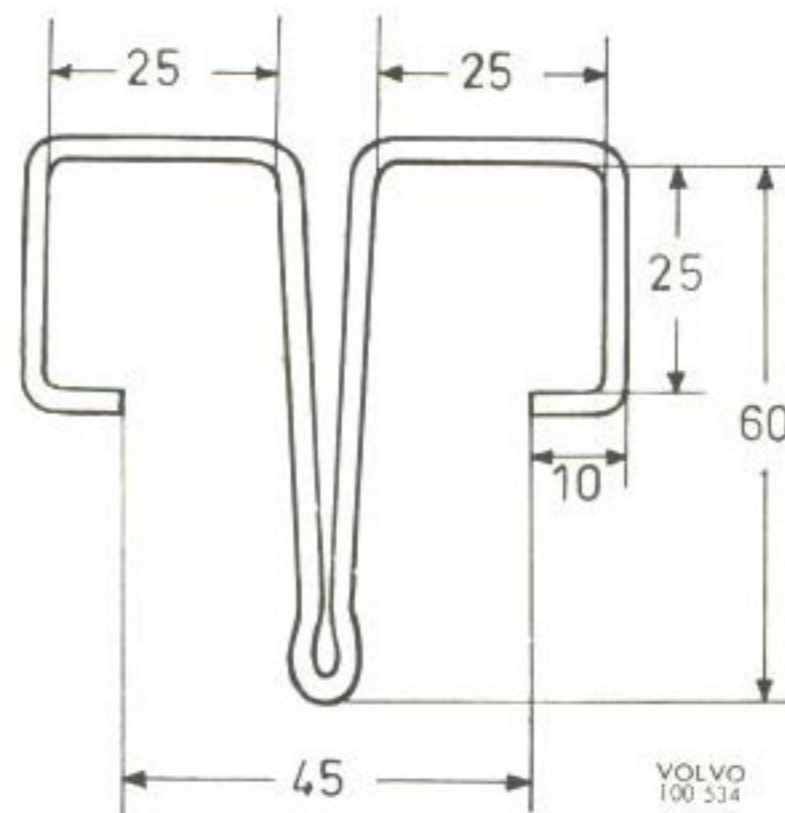
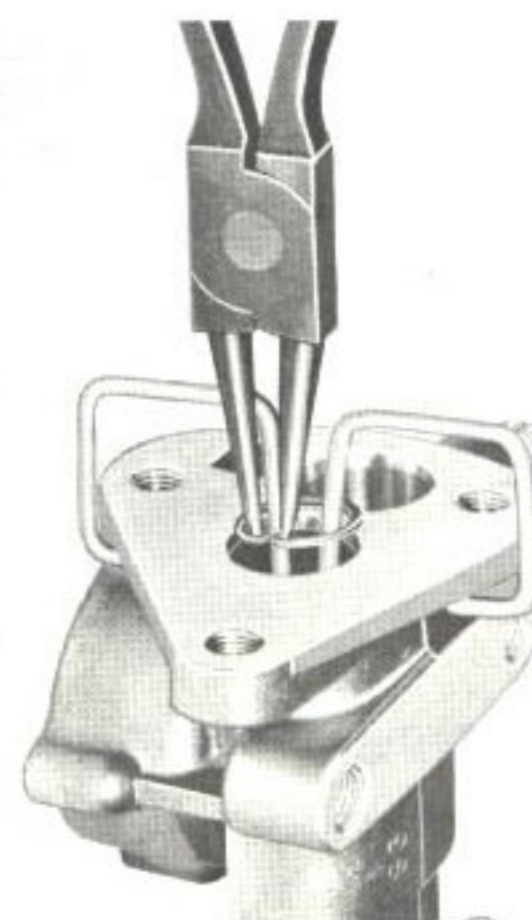
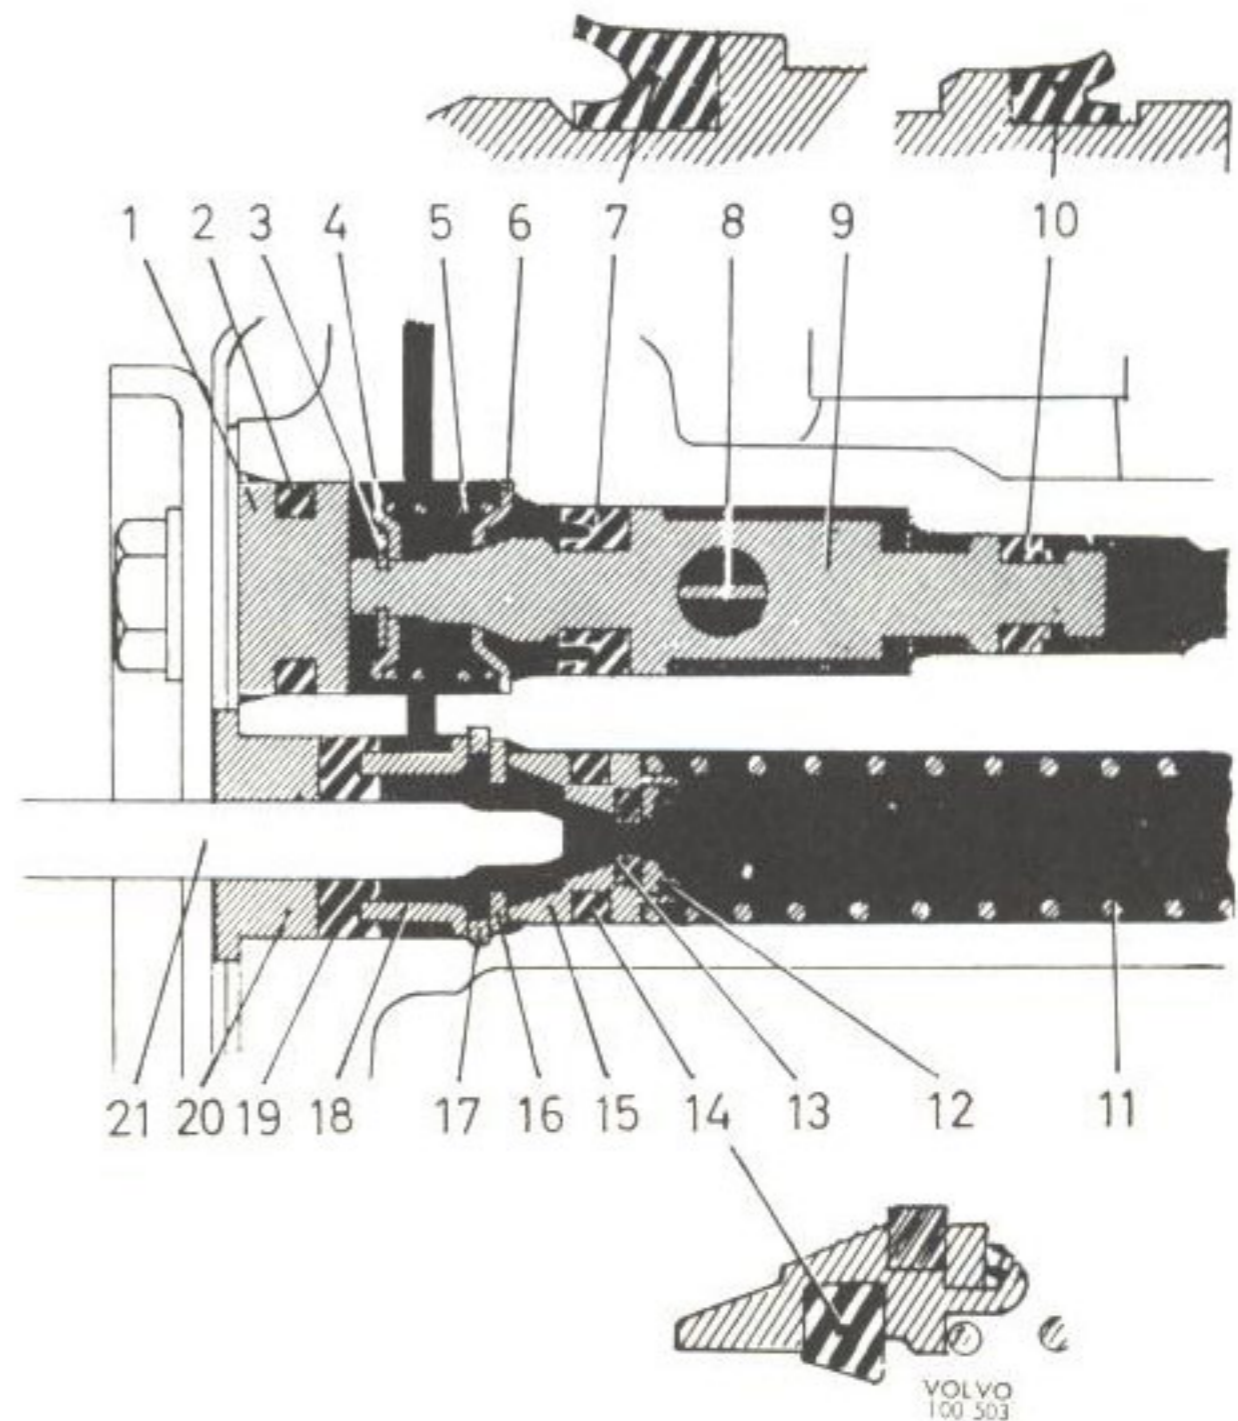
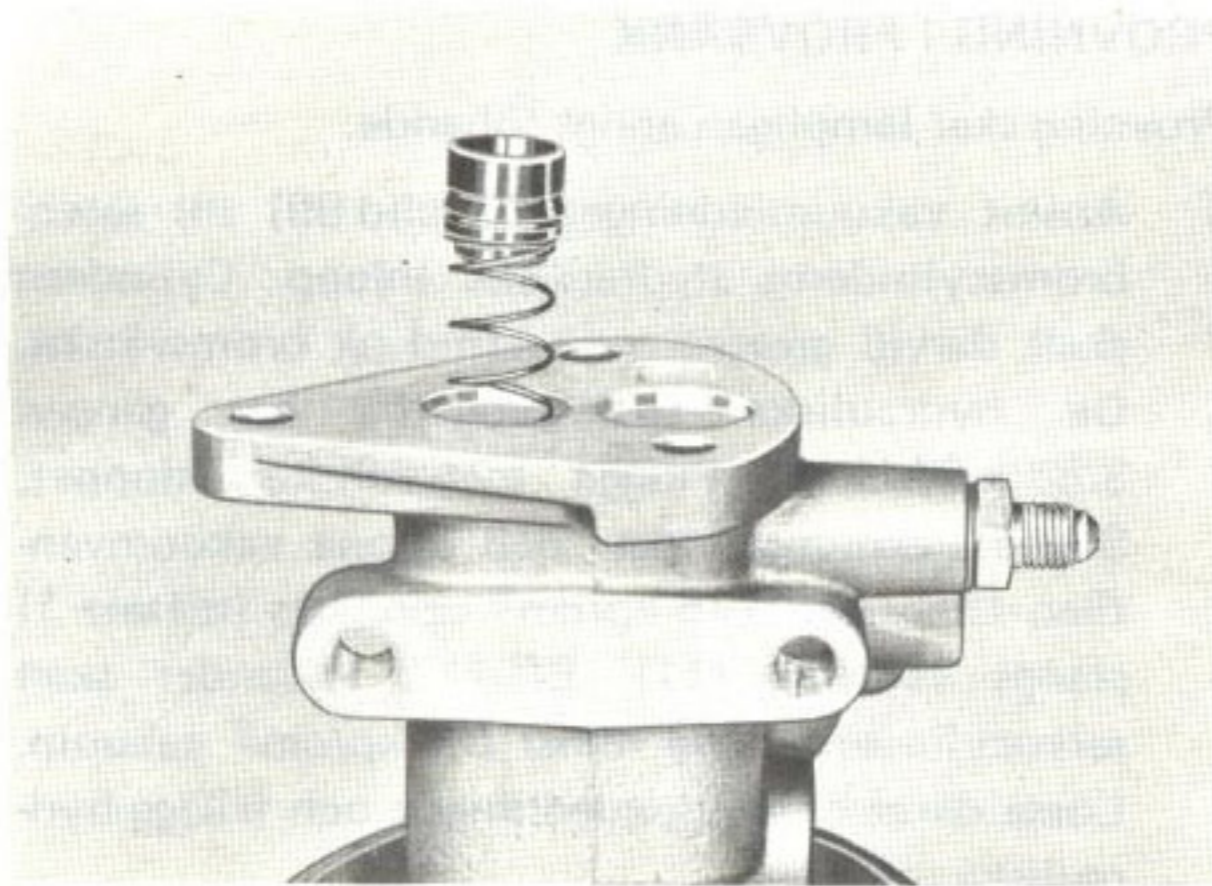

Bild 91. Klämman
Bild 92. Demontering av låsring
Bild 94. Hydrauldetaljer
Bild 95. Montering av tryckkolv
5. Demontera styrhylsan (20), packningen (19) och distanshylsan (18). Pressa samman tryckcylinderns retur fjäder med hjälp av en klämman tillverkad enligt bild 91 och monterad enligt bild 92. Demontera därefter låsringen (17) försiktigt med hjälp av en låsringstång. Ta bort klämman och demontera de övriga detaljerna.
1. Ta en ny kolv (15 bild 94) med inre packning (13) monterad. Montera kolvpackningen (14) och vänd den som framgår av bilden. Trä på fjädern (11) på kolven. Doppa kolven i bromsvätska och för in fjädern i cylindern, se bild 95. Montera brickan (16) och tryck försiktigt in kolven med hjälp av klämman. Montera försiktigt låsringen, jämför bild 92. Kontrollera att ringen kommer ordentligt i sitt spår. Sätt packningen (19) på distanshylsan (18) och montera denna. Sätt hylsan (20) på sin plats.
2. Sätt på packningarna (7 och 10) på reglerkolven och vänd dem enligt bilden. Montera brickor, fjäder och låsbricka (3).